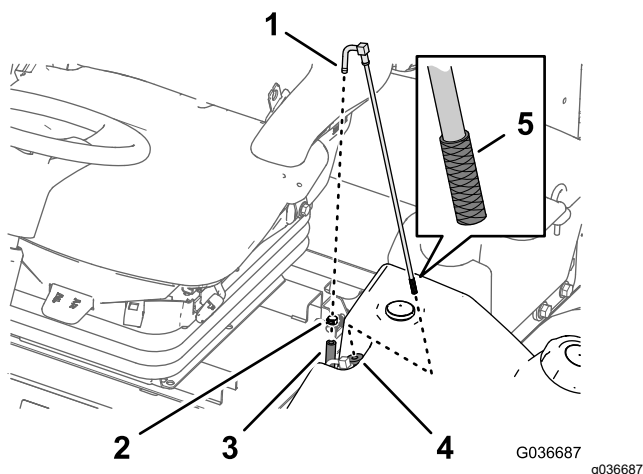

図 97
1. 燃料供給ホースを燃料供給チューブに固定しているホースクランプを外す図 97。
2. フィッティングからホースを取り外す 図 97。
3. 燃料タンクから燃料供給チューブを取り出す 図 97。
いるごみていねいに取り除く 図 97。
給チューブを挿入する 図 97。